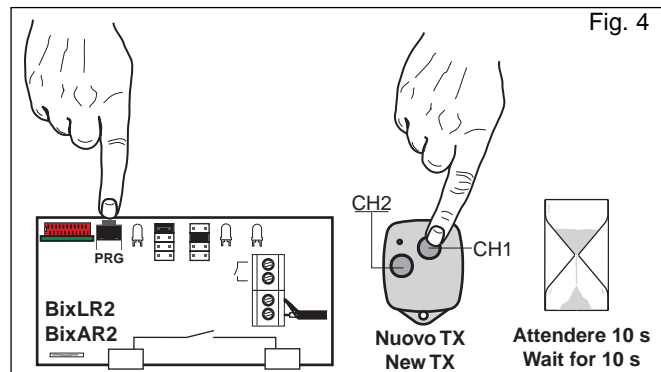

Fig. 4
3. ABILITAZIONE TRASMETTITORI (Fig. 4)
3. TRANSMITTERS ENABLING (Fig. 4)